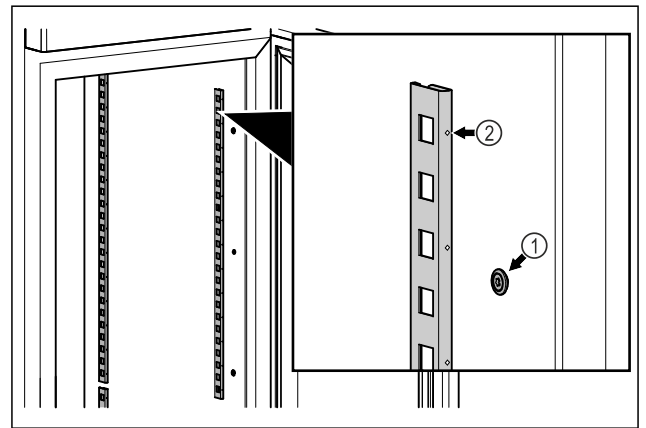

Fig. 81 Példaként szolgáló ábrázolás
- ▶ Akassza be a rögzítőléceket a felfüggesztésbe Fig. 81 (1). A jelölésnek Fig. 81 (2) előrefelé kell néznie.